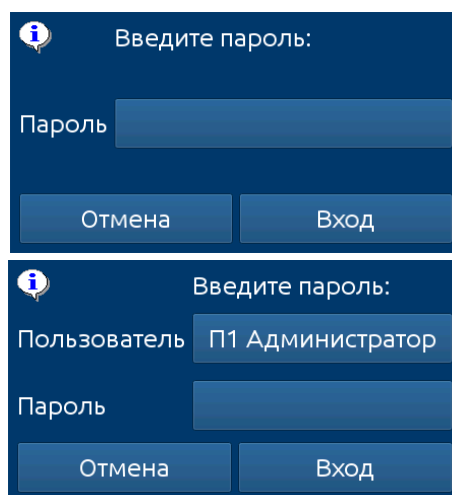

Рисунок 2.39
2.12.2. Для предотвращения случайного или несанкционированного изменения настроек прибора пользователь может установить пароль доступа. Если пользователь активировал такой пароль (см. п. 2.23 «Настройки доступа»), то прежде чем перейти к следующему уровню меню, ему будет предложено ввести пароль в соответствующее поле (см. рисунок 2.39).